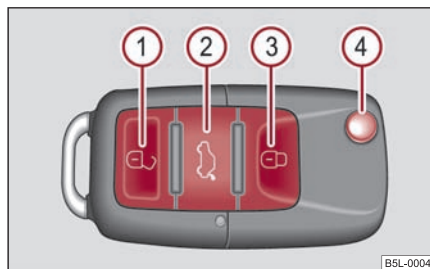

Fig. 46 Llave con radiotelemando
- Pulsar la tecla  ⇒ página 50, fig. 46 durante aprox. 1 segundo.